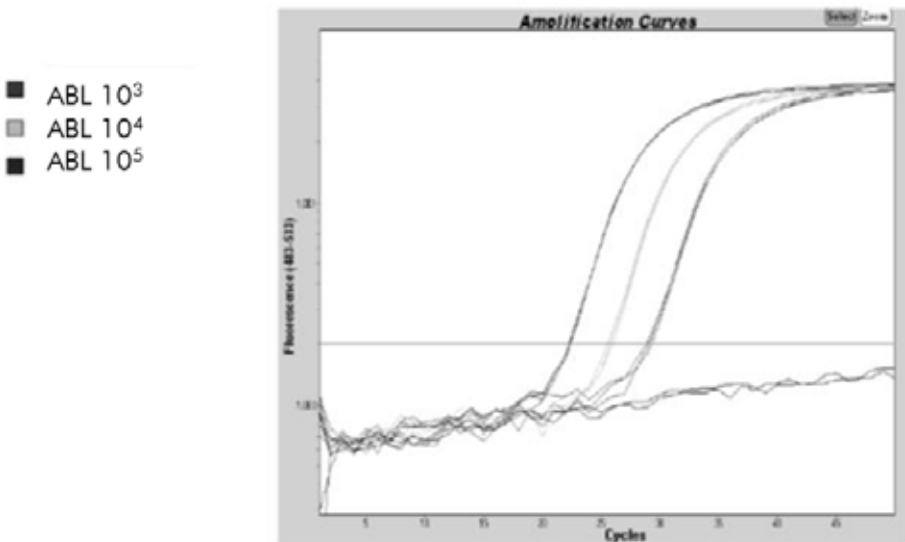

Figure 7. Détection des standards ABL (C1, C2, C3). 103, 104, et 105 copies/5 µl.
En utilisant des standards ayant un nombre connu de molécules, on peut établir une courbe standard et ainsi déterminer la quantité de cible exacte présente dans l'échantillon. Les courbes standard d'*ipsogen* sont basées sur les plasmides ; nous utilisons 3 dilutions plasmidiques standard pour le gène contrôle (CG) ABL et 5 dilutions standard pour le gène de fusion (PML-RARA bcr1) afin de garantir la précision des courbes standard. Les figures 7 et 8 montrent un exemple de courbes d'amplification TaqMan obtenues à l'aide du kit *ipsogen* PML-RARA bcr1.